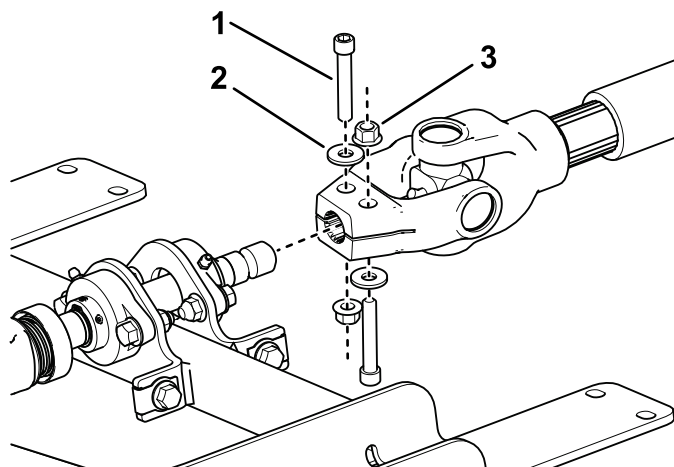

Figura 14
6. Utilizând componentele de conectare a prizei de putere îndepărtate de la 3 Pregătirea unităii de traciune (Pagină 8), fixai arborele prizei de putere al unităii de traciune la arborele de conectare canelat de la nivelul ansamblului plăcii de montare, aa cum se arată în Figura 14.